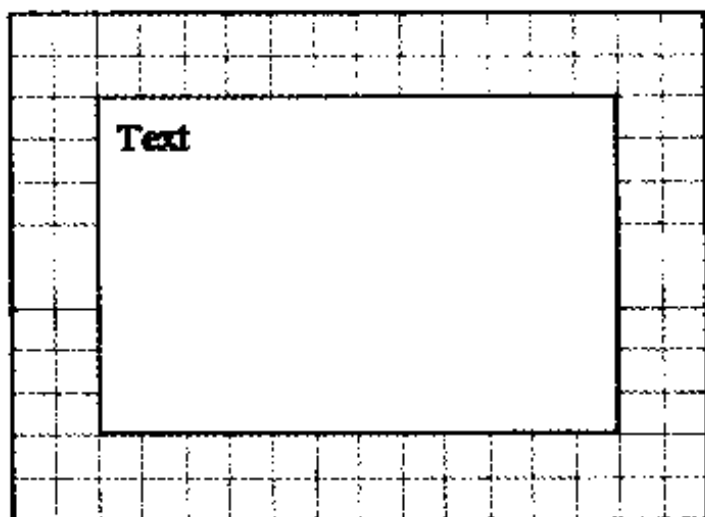

图 3-29 在图纸中绘制文本框
(2) 将十字光标移动到图纸中的某处单击,确定文本框的一个顶点的位置;继续移动十字光标到图纸中的另一处单击,确定文本框对角线上的另一个顶点的位置,右击鼠标,结束文本的绘制工作,得到如图 3-29 所示的效果。